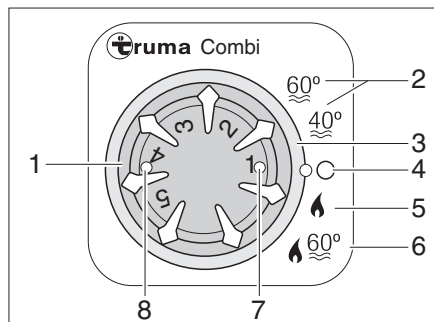

Bild 111 Kontrollenhet för värme/varmvattenberedare
Välj driftläge: ■ Respektive driftläge ställer man in med hjälp av vridströmställaren (Bild 111,3).
Vinterdrift Värmesystemet väljer automatiskt rätt brännarsteg motsvarande inställd värmenivå. Vid driftstyp "värmesystem och varmvattenberedare" (Bild 111,6) värms även vattnet i varmvattenberedaren upp. Värmesystemet kan vara i drift med tom varmvattenberedare i driftstypen "värme utan varmvattenberedare" (Bild 111,5).
- Ställ temperaturvredet (Bild 111,1) på kontrollenheten till önskad värmenivå.
- Ställ vridomställaren (Bild 111,3) till vinterdrift "värme utan varmvattenberedare" (Bild 111,5) eller vinterdrift "Värme och varmvattenberedare" (Bild 111,6).
Den gröna kontrollampan (Bild 111,7) lyser.
- Ställ vridströmställaren (Bild 111,3) i läge "O" (Bild 111,4).